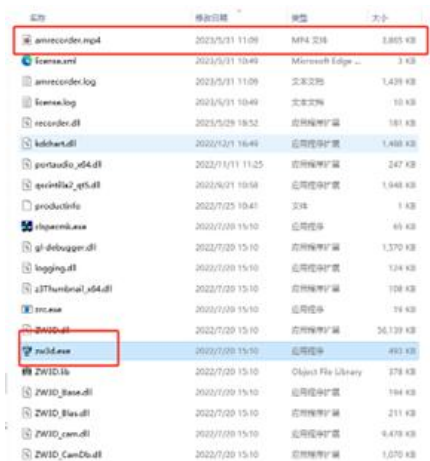

图 3-50: 视频录制存储位置
- 视频录制存储位置: 打开 ZW3D 2024 软件的安装位置, 拉起以查看视频录制文件, 点击视频 MP4 文件, 您将看到整个机器人操作过程 (见图 3-50)。